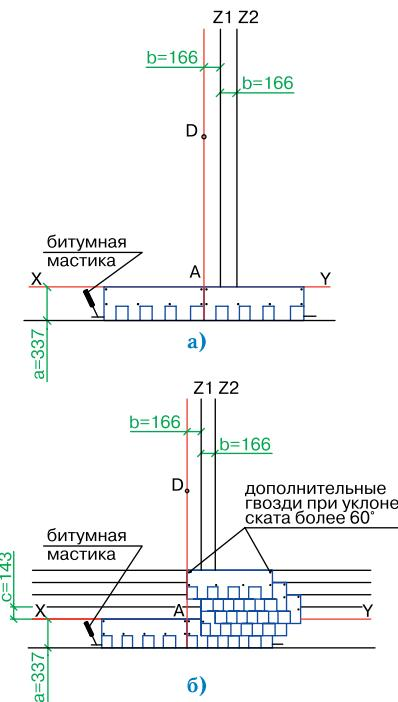

Рис. 2
#### Укладка материала (рис. 2)
- первый ряд черепицы укладывается от линии AD (рис. 2а);
- второй ряд укладывается от линии Z1 (со смещением 16,6 см от AD) (рис. 2б);
- третий ряд укладывается от линии Z2 (со смещением 16,6 см от Z1) (рис. 2в);
- четвертый ряд — от линии Z1 (рис. 2г);
- пятый ряд — от линии AD (рис. 2д);
Каждый лист черепицы ШЕРВУД крепится 4 гвоздями таким образом, чтобы гвоздь прошивал и верхний край низлежащего листа черепицы ШЕРВУД (рис. 2а, б). При укладке черепицы на скатах при уклоне больше 60° лист должен крепиться 6 гвоздями (2 дополнительных гвоздя фиксируют верхние углы листа на расстоянии от краев 2,5 см).